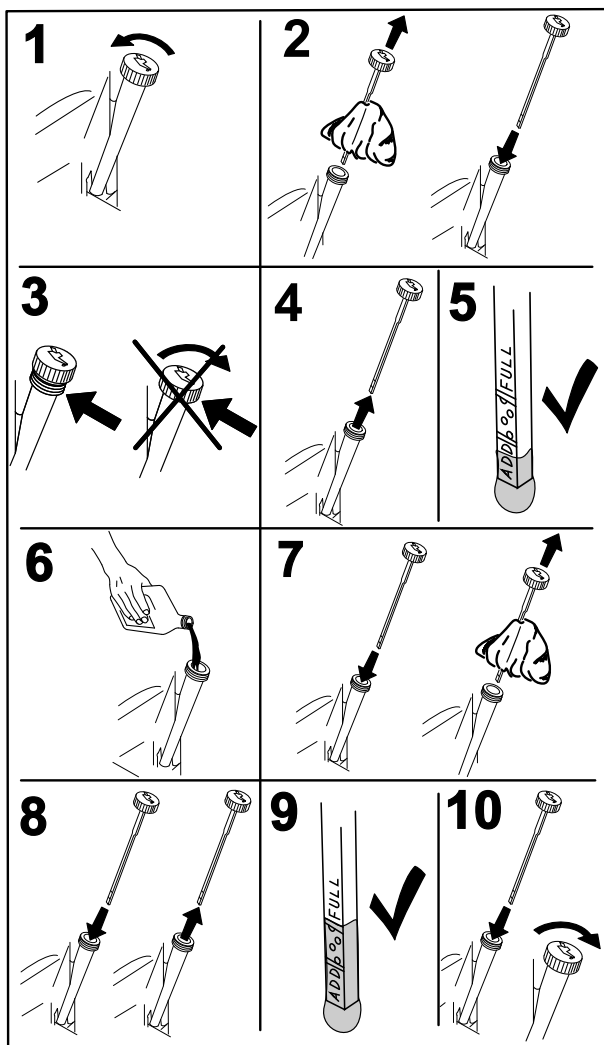

Figura 38
4. Desligue o motor, retire a chave e aguarde até que todas as partes em movimento parem antes de sair da posição de operação (Figura 38).